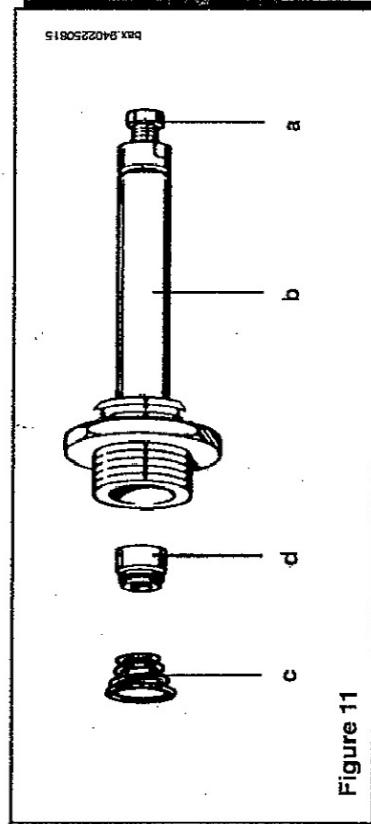

Figure 11
- * dévisser la vis noire (a, Figure 11) jusqu'à ce qu'on atteigne la valeur de pression correspondant à la puissance réduite (voir tableau 1 de la page 14);
- * sceller la vis noire (a, Figure 11).
- * tourner le bouton (3) sur la position (0) et réaliser un nouvel allumage de vérification. En cas d'interallumage incomplet, manoeuvrer le potentiomètre P4 RLA (page 11);
- * le commutateur (3) étant en position HIVER (●), s'assurer que la puissance en fonction chauffage est celle qui est requise par l'installation, et si besoin est manoeuvrer le potentiomètre P3 T. MAX. RI. (page 11). Voir le tableau 1 concernant la pression nécessaire au niveau du brûleur;